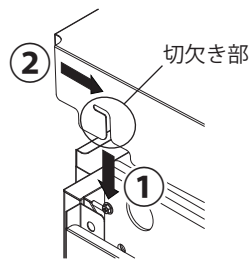

図3
- (2) 仮締めした取付ねじに、遮光板屋根の切欠き部を図3の①、②の順にはめ込んでください。(図3)